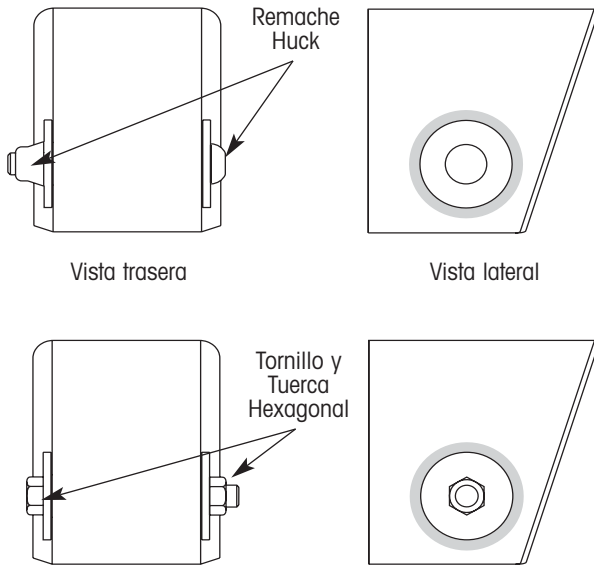

Figura 5. Conexión pivote de rondana soldable
**Conexión Pivote de Rondana Soldable (figura 5):**
La conexión pivote de rondana soldable es sujeta con un remache Huck o apretado y punteado con soldadura con un tornillo y tuerca hexagonal de 1 1/8 pulgadas (figura 5).